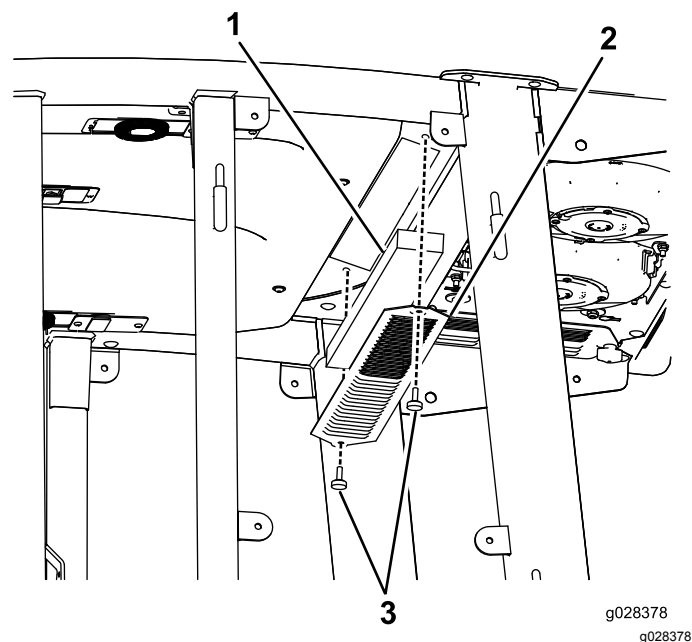

Figura 125
3. Togliete il tetto della cabina rimuovendo i 22 bulloni che fissano il tetto (Figura 125).
4. Togliete i filtri dell'aria (Figura 125).
5. Rimuovete e pulite le serpentine refrigeranti (Figura 125).